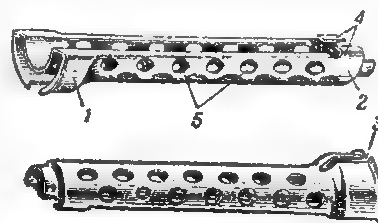

Рис. 47. Нижний кожух:
47. Нижний кожух (рис. 47) является продолжением цевья ложи. Он имеет: задний уш